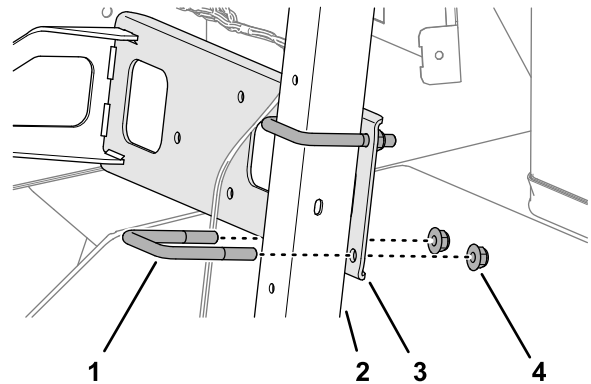

Figura 68
4. Monte provisionalmente el soporte del distribuidor en el tubo de sujeción del salpicadero (Figura 68) con 2 abrazaderas (3/8") y 4 contratuercas con arandela prensada (3/8").